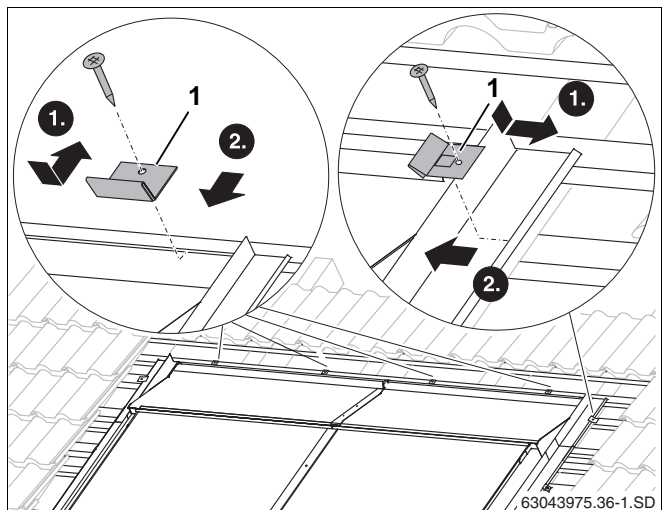

Fig. 59 Fastgøring af øverste dækplader med klammer
- ▶ Læg klammerne (fig. 59, **pos. 1**) i kanten på dækpladen.